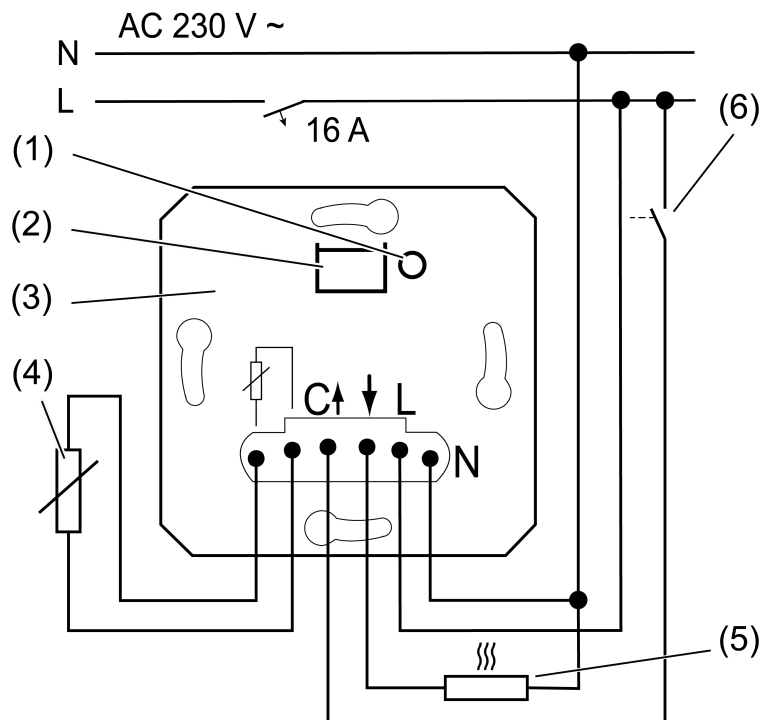
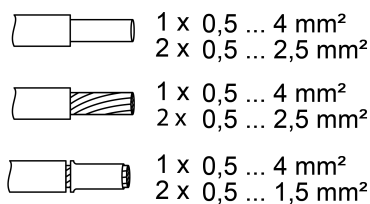

Bild 1: Anschlussbeispiel des Einsatzes
Bild 2: Klemmbarer Leitungsquerschnitt
- Einsatz (3) gemäß Anschlussplan anschließen (Bild 1). Dabei klemmbare Leitungsquerschnitte beachten (Bild 2).
- Optional externen Fernfühler (4) (Zubehör) anschließen.
- i** Durch kurze Betätigung der Taste **TEST** (1) kann die Last geschaltet werden. LED (2) leuchtet bei eingeschalteter Last.